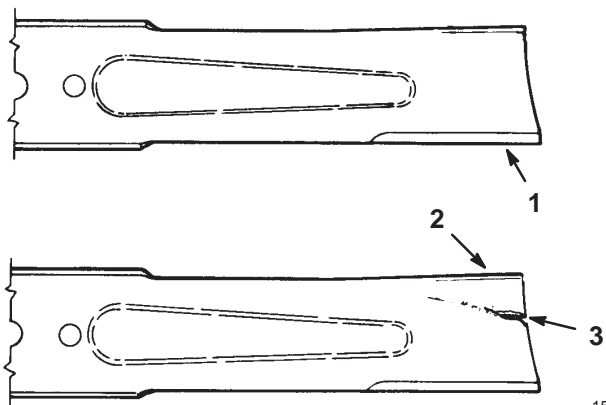

Figure 35
2. Controllate i taglienti (Fig. 35). Se i taglienti non sono affilati o presentano bave, togliete la(e) lama(e) ed affilatela(e). Fate riferimento a Affilatura della(e) lama(e) a pagina 41.
3. Controllate la(e) lama(e), in particolare l'area curva (Fig. 35). In caso di danni, usura o scanalature nell'area (Fig. 35), montate immediatamente una nuova lama.